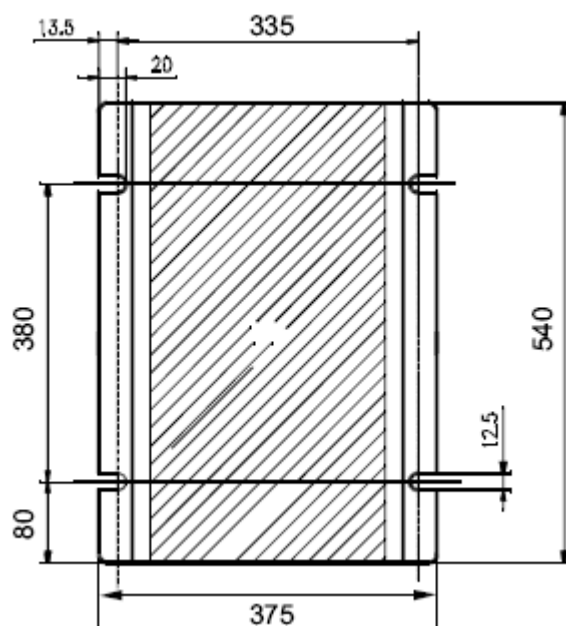

Рисунок 2.
6.1.6. Закрепите станок, учитывая размеры его основания (Рисунок 2).